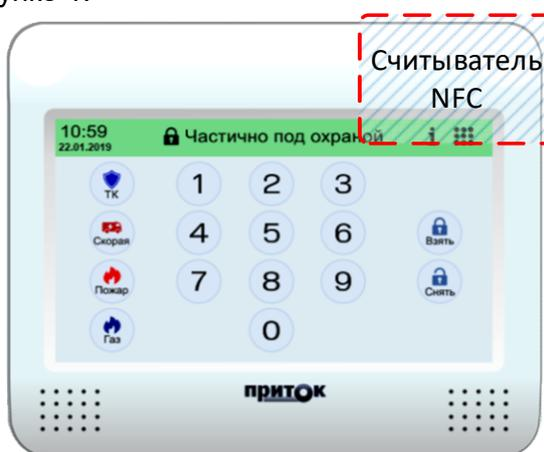

Рисунок 1. Внешний вид прибора
- Приложить брелок или ключ ТМ к соответствующему считывателю (см. рисунок 1).